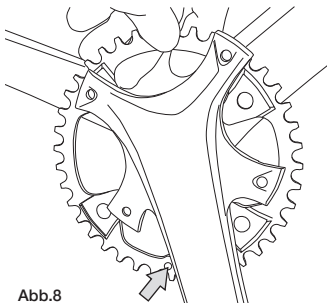

Abb.8
- Positionieren Sie das neue Kettenrad auf dem Träger der Kettenradgarnitur. Sorgen Sie dafür, dass der Stift am Kettenrad mit der Kurbel übereinstimmt (Abb. 8).